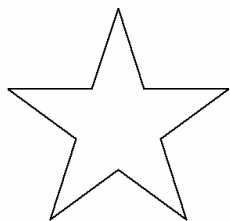

图 5-46 图为修剪后的五角星
4) 最外面的正五边形已经完成任务，删掉。点击正五边形，用“E”命令，再按空格键即删除。现在就剩下一个规规矩矩的五角星，如图 5-46 所示。